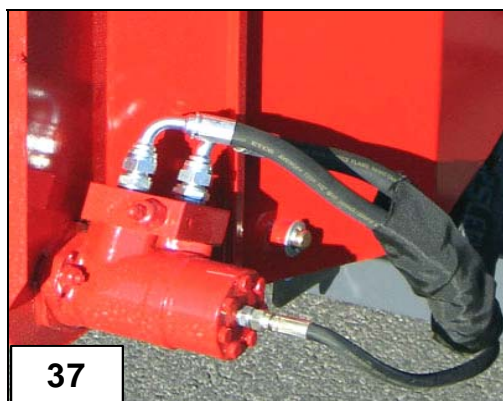

Bild 37. Transportörens kraftöverföring
7.15 Kraftöverföring på transportören, bild 37